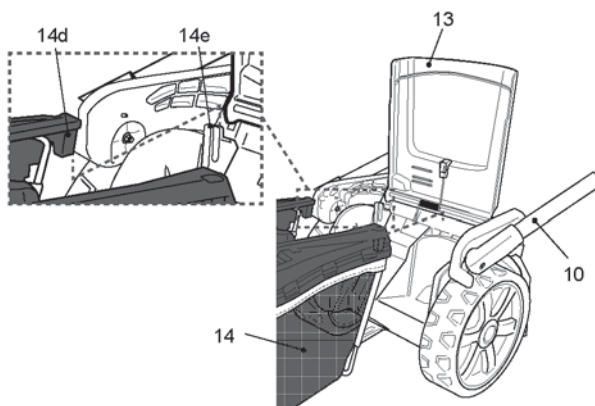

Fig.7
- > Ouvrez le capot de protection de déflecteur (13) et maintenez-le en position.
- > Alignez les supports (14e) avec les crochets (14d) pour accrocher le bac de ramassage (14) sur la tondeuse (Fig. 7).